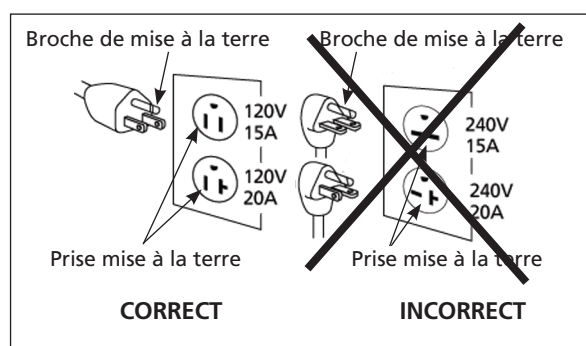

Figure 3 - Méthode de mise à la terre
1. Ce produit est conçu pour être utilisé sur un circuit de 120 V. Il doit être mis à la terre. Dans le cas d'un court-circuit, la mise à la terre réduit le risque d'une décharge électrique en fournissant un chemin de courant alternatif au sol. L'unité est équipée d'un cordon électrique qui possède une broche de mise à la terre. Elle s'insère facilement dans l'un des types communs de prises électriques montrées à la figure 3. Si la fiche ne s'insère pas dans la prise désirée, demandez à un électricien qualifié de remplacer la fiche ou la prise.
3. Ce produit est conçu pour être utilisé sur un circuit de 120 V et est doté d'une broche de mise à la terre semblable à la broche illustrée dans la figure 3.